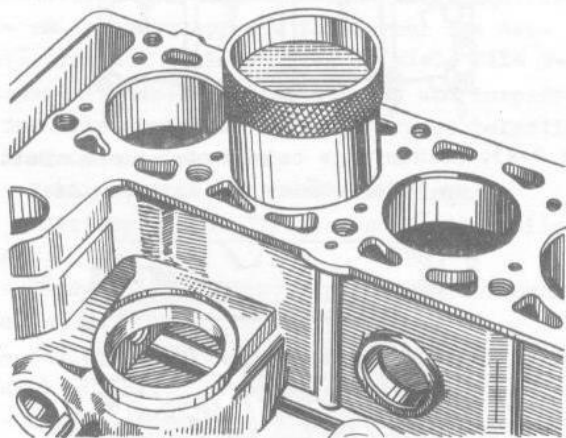

Bild 2-21. Einsetzen des Kolbens mit Kolbenringen in Zylinder des Motors VAZ-2106-70 mit Hilfe einer Hülse aus Satz A.60604
- mit Hilfe einer Hülse aus dem Satz A.60604 Kolben mit Pleueln (Bild 2-21) in Zylinder einbringen. Der Satz hat vier Hülsen, nämlich eine für Kolben mit Nennmaß und drei für Kolben mit Reparaturmaß (mit Vergrößerung um 0,2 - 0,4 - 0,6 mm). Deshalb ist eine für das betreffende Maß des einzulegenden Kolbens geeignete Hülse zu wählen.